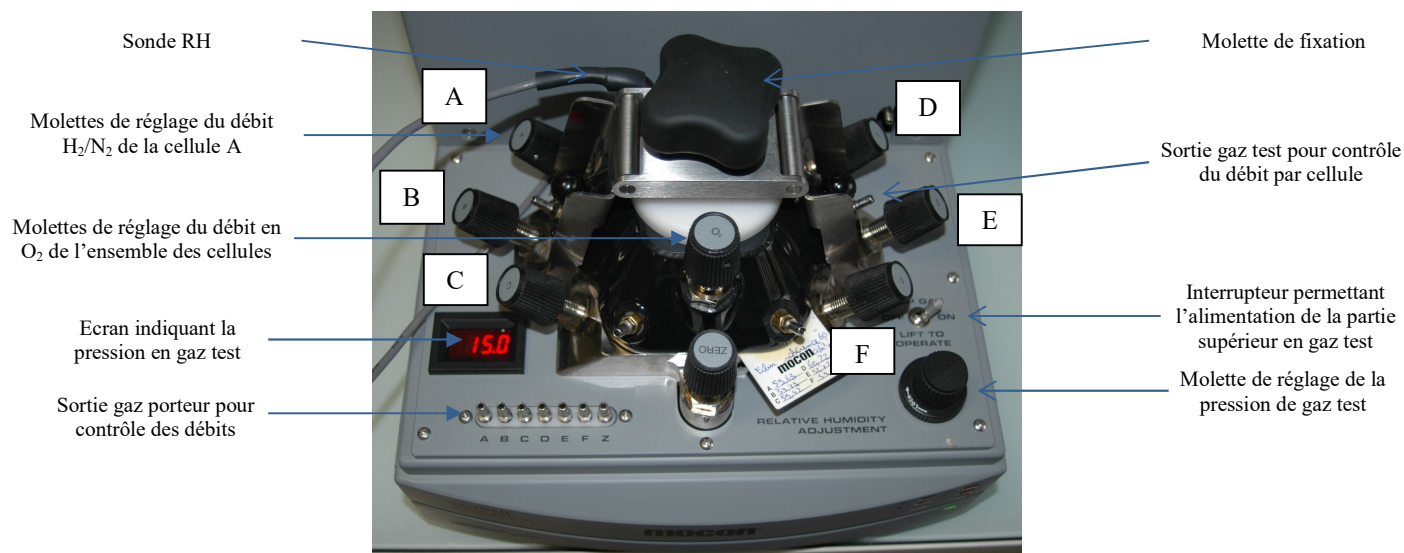

Figure 1 Photo des cellules de mesure du perméamètre (sous le carter de protection)
- Vérifier que la pression du gaz test dans l'appareil est de 15 psi. Lecture sur l'écran situé sous le carter de protection (cf. figure 1).